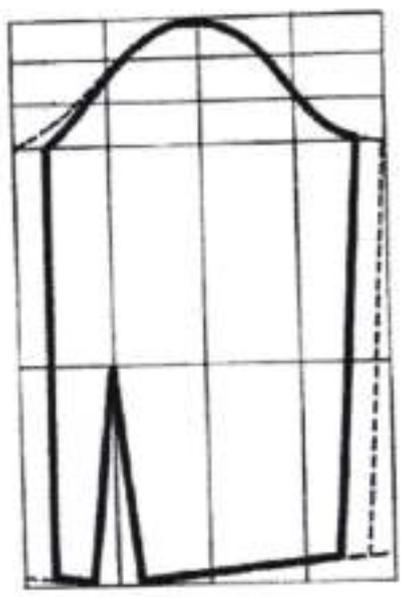

Figura 6
1. Diminuição até 5 cm. Basta cortar o molde de cada lado a metade da medida, traçando linhas paralelas às costuras (Figura 6).